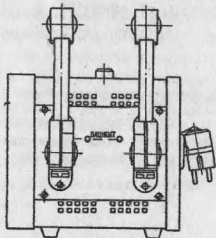

Рис. 3. Аппарат для УВЧ - терапии. Вид справа.
К правой боковой стенке корпуса (рис. 3) крепятся электрододержатели на угольниках и планка ПАЦИЕНТ с выходными гнездами для подключения проводов электродов или проводов индуктора.
8.3. Установите электрододержатели на правой боковой стенке электронного блока, закрепив их с помощью винтов (рис. 3).